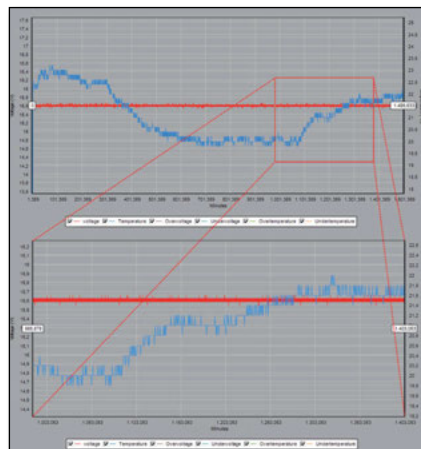

Figura 19: Ejemplo de zoom de cerca
- Paso 7b. Además del panel de Navegación del gráfico, se puede navegar el gráfico con el ratón. Pulsando el botón izquierdo del ratón y arrastrando de arriba a la izquierda a abajo a la derecha por el campo de inspección, se aumentará el campo seleccionado. También se puede alejar la vista pulsando el botón izquierdo del ratón y arrastrando de abajo a la derecha a arriba a la izquierda y pulsando en el botón «Unzoom». En la figura 19 se puede ver un ejemplo de zoom de cerca.